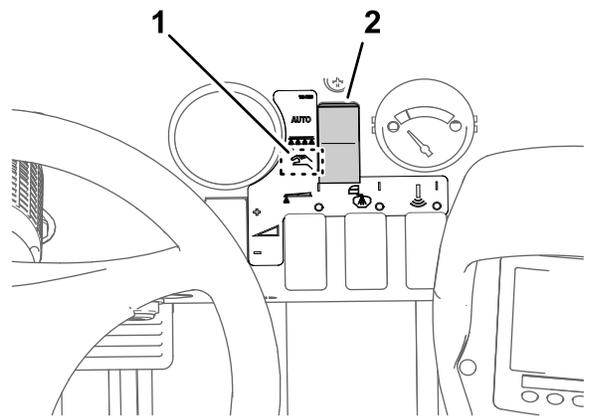

図 43
2. 散布モードボタンで「手動」散布モードにセットする図 43。